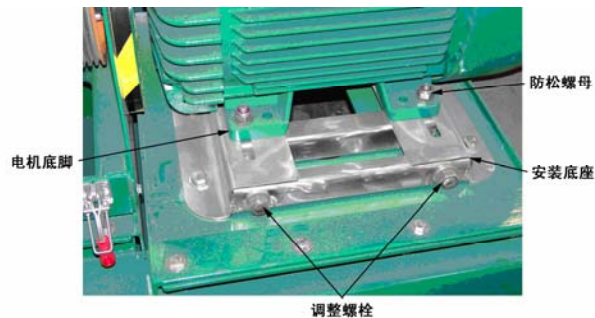

图 5-15：传动皮带张紧度的调整
4. 松开固定电机底脚与安装底座的四粒防松螺母（见图 5-15）。